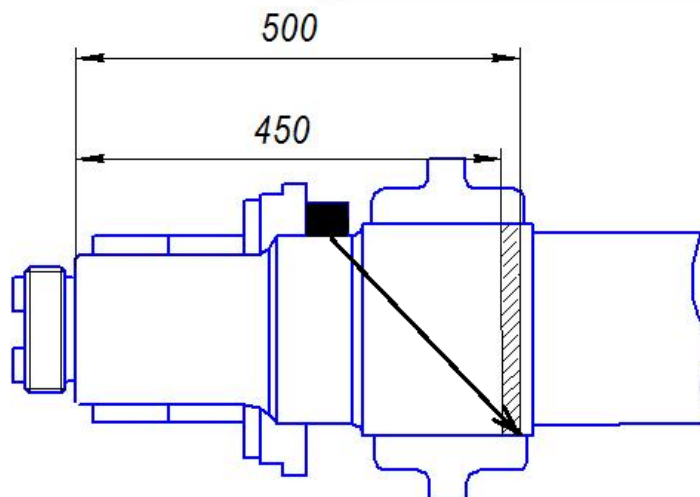

Рис. 9.15.1. Схема прозвучивания оси при контроле по варианту BR4.
УЗК осей по варианту BR4 производят с применением сканирующих устройств. Контроль производят с цилиндрической поверхности оси поперечными волнами в осевом направлении при установке ПЭП на предподступичной части и сканирование по периметру оси с целью выявления поперечных трещин в зоне под внутренней кромкой ступицы, Рис.9.15.1.
- 9.15.4 Нанести контактную жидкость на поверхность оси. Установить преобразователь на предподступичную часть оси в согласно схеме на Рис.9.15.1. Провести круговое сканирование.